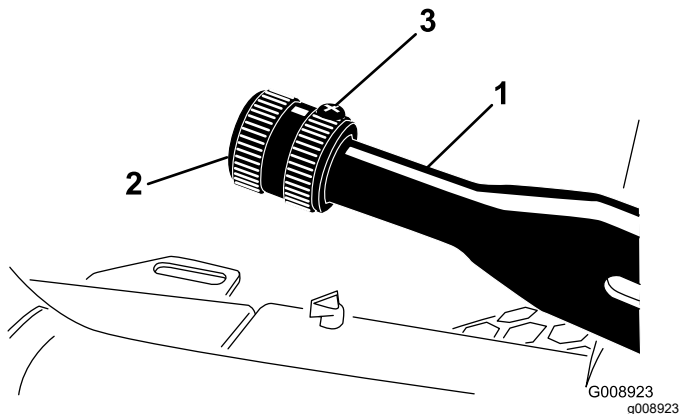

Figura 83
2. Slăbii urubul care fixează butonul pe maneta frânei de parcare (Figura 83).